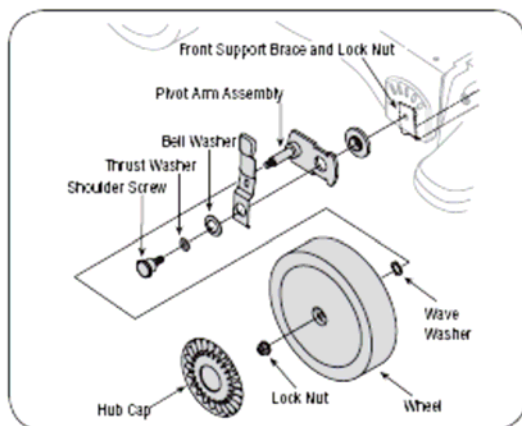

Figure 23
4. Снимите передние колпаки, стопорные гайки, передние колеса, а также прокладки, крепящие поворотный рычаг (смотри рисунок 23).